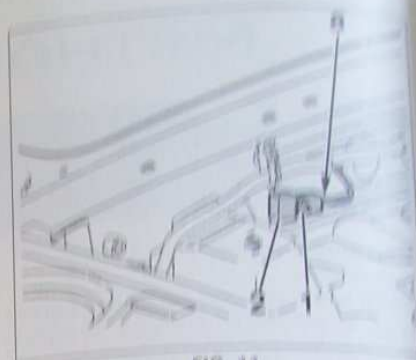

FIG. 11
- Déposer l'écrou (1) et le connecteur en (a) (fig. 11).
- Déposer le capteur d'accélération (2).